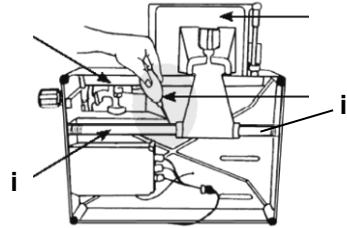

Abb. 16
- Fetten Sie den Schlitten regelmäßig mit einem lebensmittelechten Maschinenöl ein. Dazu die Aufschnittmaschine auf die Seite legen und etwas Maschinenöl auf die beiden Enden der Achse des Schlittens (i) geben (**Abb. 16**). Bewegen Sie dann den Schlitten auf und ab, um das Öl gleichmäßig zu verteilen. Entfernen Sie mit Hilfe eines Tuches die Reste von Öl auf der Achse.